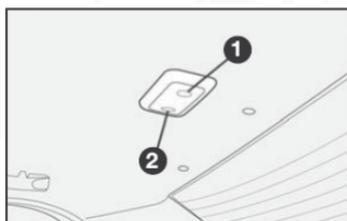

fig. 90
LUZ INTERNA TRASERA - fig. 90 (si así está equipado)
- Efectúe el bloqueo de las puertas, manualmente, presionando la manija interna de la puerta delantera derecha A-fig. 90 y luego gire la llave en la cerradura externa de la puerta del conductor 2-fig. 91 en el sentido de las agujas del reloj.